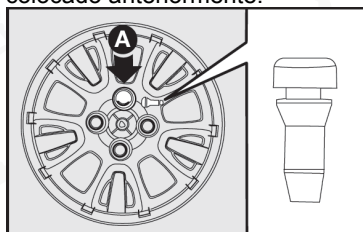

fig. 9
- 8) Coloque a presión el tapón de la rueda en el neumático, haciendo coincidir el símbolo , grabado en el interior del tapón, con la válvula de inflado; de esta forma, el orificio más grande del tapón A-fig. 9 pasará a través del tornillo colocado anteriormente.